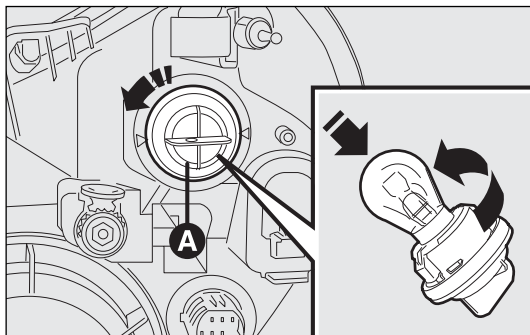

fig. 189
- ☐ girar hacia la izquierda el portalámparas A-fig. 189 y extraerlo;